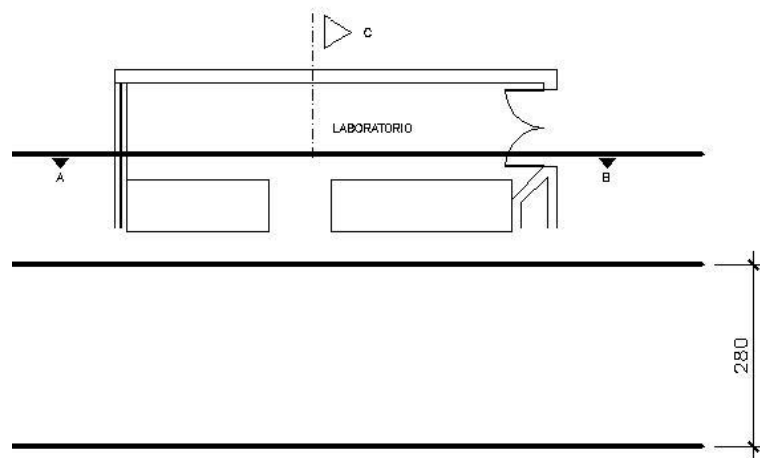

Figura 30 – Corte
7. Marque o limite (Linha inferior da Figura 30)